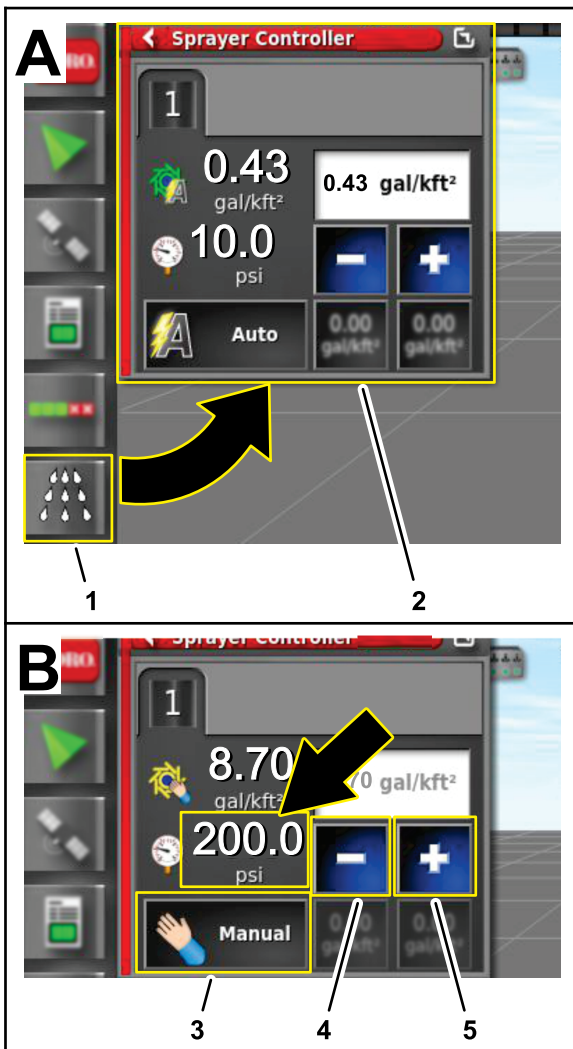

Figura 162
4. Na consola de controlo do GeoLink, pressione o ícone CONTROLO DA TAXA DE PULVERIZAÇÃO (Figura 162).
5. Na caixa de diálogo do controlador da taxa de pulverização, pressione o ícone MODO DE CONTROLO DA TAXA até surgir o modo manual (Figura 162).
6. Utilize o ícone Diminuir (-) ou ícone Aumentar (+) para ajustar a pressão do sistema de pulverização (Figura 162) para 13,75 kPa (200 psi).